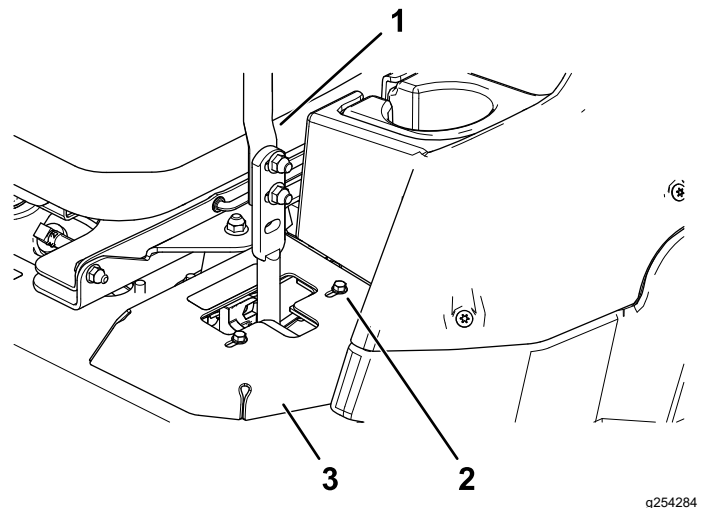

Figura 55
- Si se desvía hacia la derecha, afloje los pernos y ajuste la chapa del toque izquierdo hacia atrás en la ranura en T de la izquierda hasta que la máquina avance en línea recta (Figura 55).
- Si se desvía hacia la izquierda, afloje los pernos y ajuste la chapa del toque derecho hacia atrás en la ranura en T de la derecha hasta que la máquina avance en línea recta (Figura 55).
6. Apriete la chapa del toque (Figura 55).